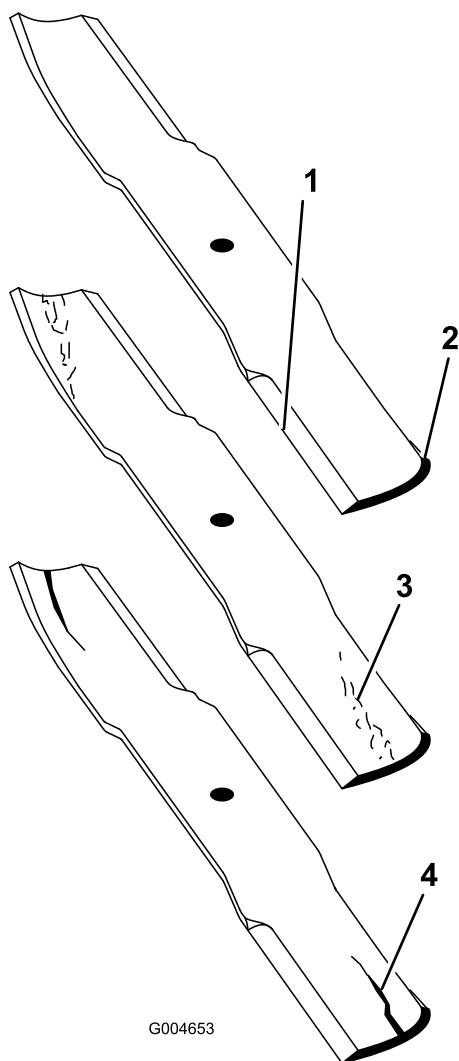

Figura 93
2. Examine cuidadosamente as extremidades da lâmina, prestando especial atenção à zona onde se encontram as partes curvas e planas da lâmina (Figura 93). Deverá verificar o estado da lâmina antes da operação de corte, já que a areia e outro material abrasivo poderá desgastar o metal que liga a parte curva e plana da lâmina. Se verificar que esta zona se encontra desgastada (Figura 93), substitua a lâmina.
Se a lâmina continuar a sofrer este tipo de desgaste irá formar-se uma ranhura entre a parte curva e a parte plana da lâmina (Figura 93). Eventualmente, pode soltar-se algum pedaço da lâmina e projectar-se, ferindo-o a si ou a qualquer pessoa próxima.